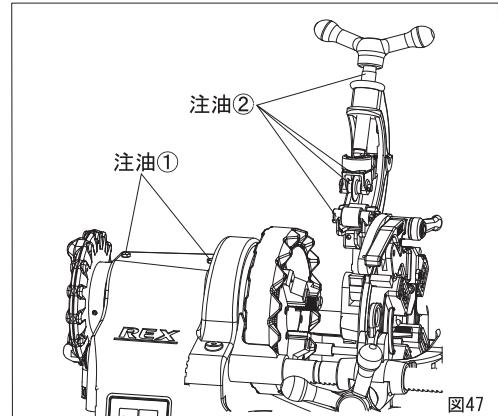

図47
## 1. 注油 (図47)
月に1度程度、グリスを主軸部に注油してください。(図47-①)
ねじ部、ローラ軸、刃など、可動部には使用毎にスピンドル油またはマシン油を注油してください。(図47-②)